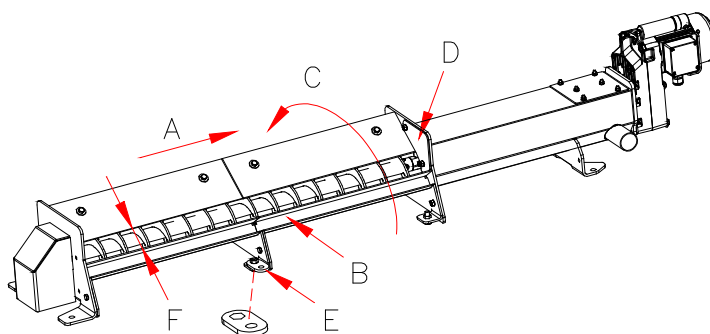

Fig. : 1
6. Vissez l'auge de la vis sans fin sur le sol du local de stockage. L'auge doit être alignée à l'aide des pattes de fixation (E) Fig. 1 et vissée directement au sol droite, sans affaissement ni surélévation.